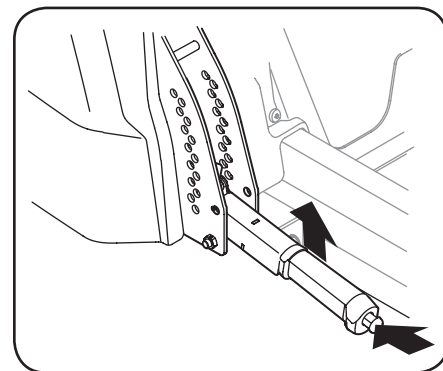

Figure 3-10
3. Déplacez le levier de relevage du plateau de coupe vers le haut pour relever le plateau de coupe à la plus haute position. Assurez-vous que le levier s'enclenche sur la goupille. Voir Figure 3-10.